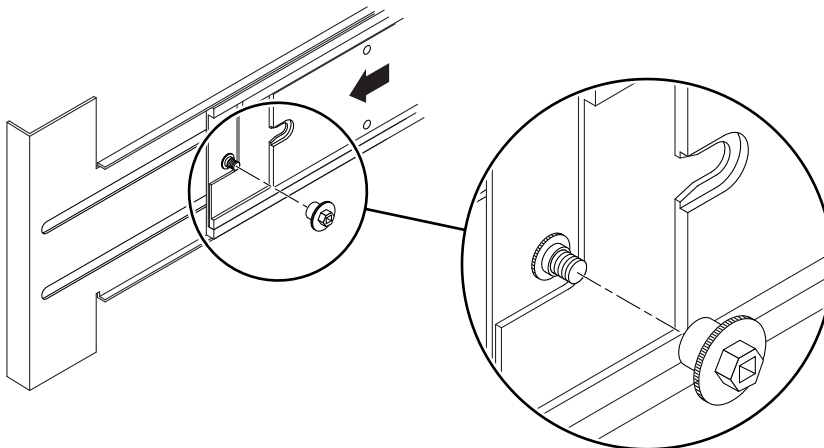

図 1-14 スライドレールのロックナットの挿入および締め付け
5. システムの背面から、ロックナットを挿入して締めます (図 1-14)。